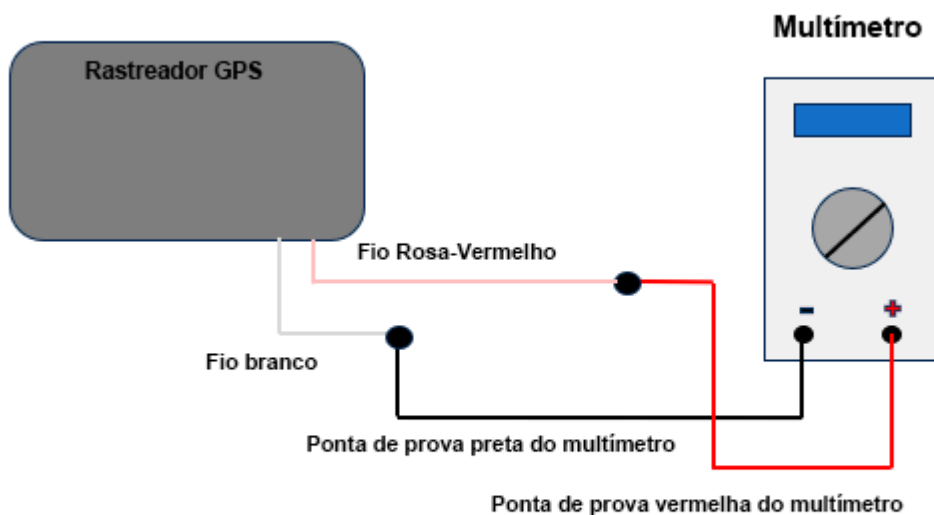

Fig.12 Connection Diagram
2. Monte o circuito de conexão de acordo com o "Diagrama de Conexão da Fig. 12".